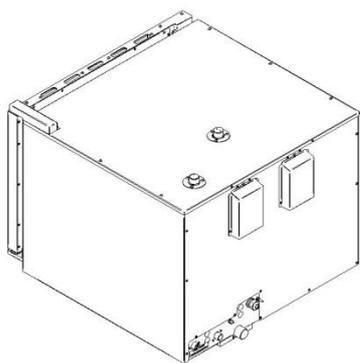

Рис. 7
10. Установить стенку заднюю конвекционной печи (см. Рис. 7);
11. Открутить 3 винта на крыше печи для установки поз. 11 из комплекта поставки в центральный выход пара печи (см. Рис. 7);